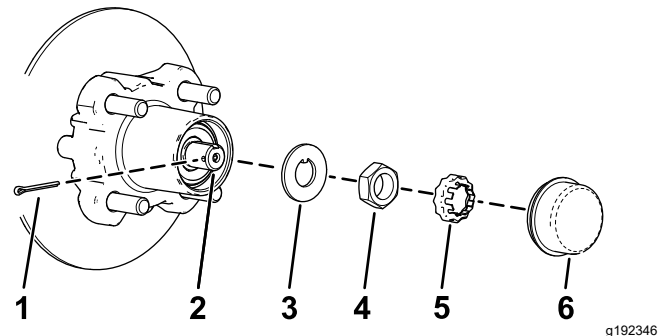
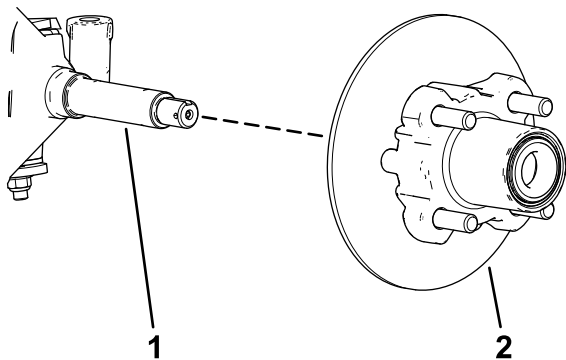

Figure 30
Figure 31
4. Déposez le couvre-moyeu du moyeu (Figure 30).
5. Retirez la goupille fendue et l'arrêt d'écrou de la fusée et de son écrou (Figure 30).
6. Retirez l'écrou de la fusée et déposez l'ensemble moyeu et disque de la fusée (Figure 30 et Figure 31).